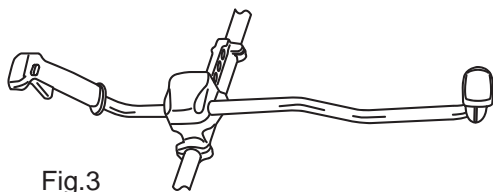

Fig.3
- > Montez la poignée sur le support de la partie supérieure du tube [5] et fixez-la avec les vis [7a] (Fig.3,4).